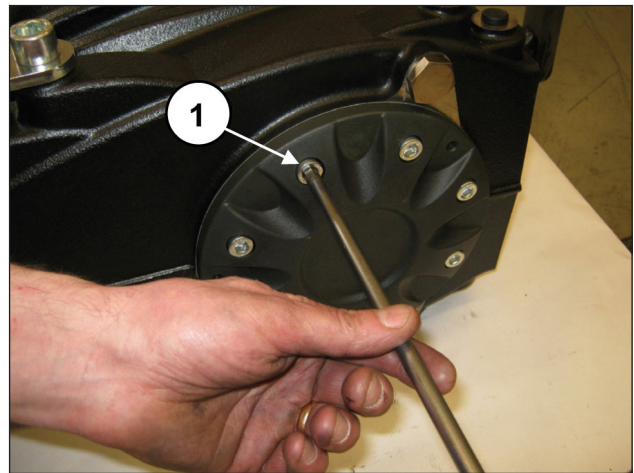
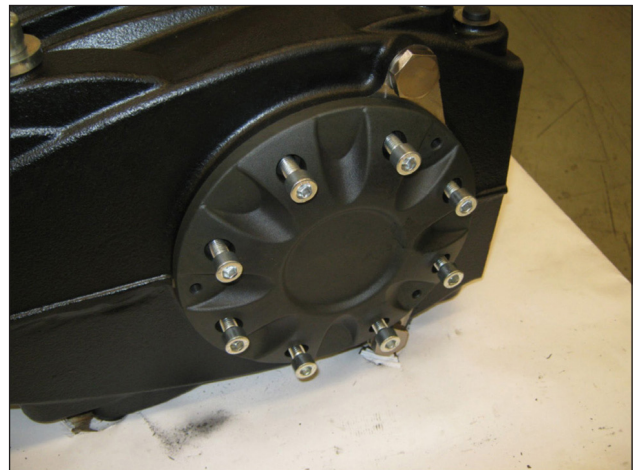

Abb. 26
Abb. 27
Lösen Sie auf der gegenüberliegenden Seite die Befestigungsschrauben des Lagerdeckels (Pos. ①, Abb. 26 und Abb. 27).